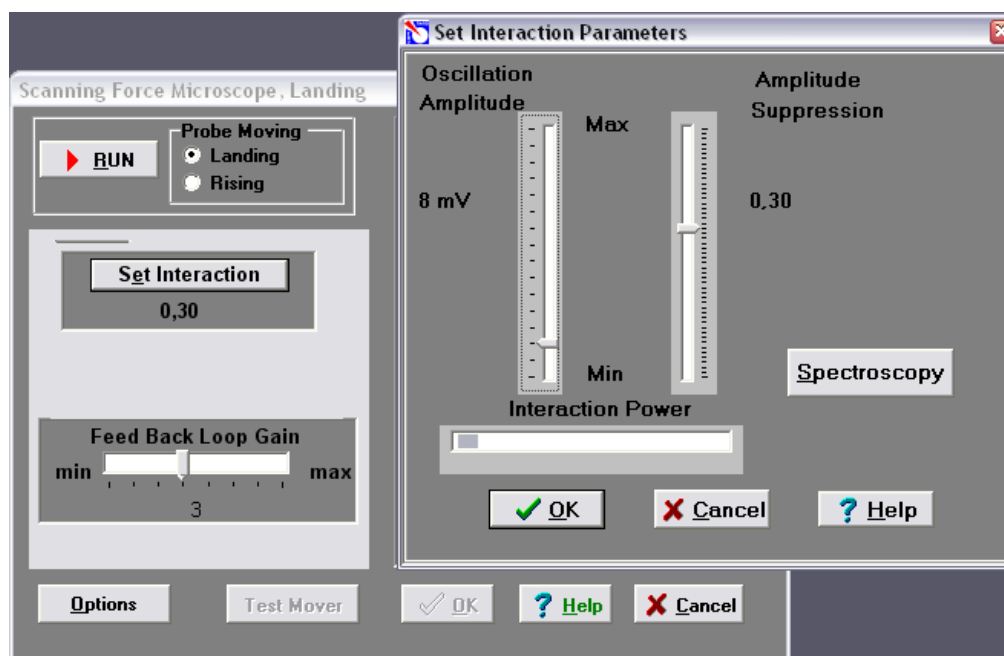

Рис.6.27. Окно установки величины взаимодействия зонда и образца
- Нажать кнопку **Set Interaction** и убедиться, что параметр **Amplitude Suppression** в окне Set Interaction (рис.6.27) имеет величину около 0,3.